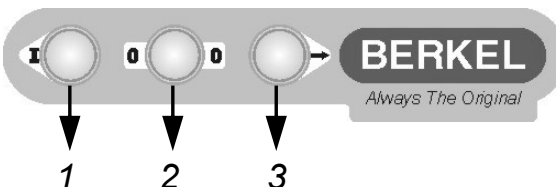

Abb. 5.3.1
5.3 - Funktionskontrolle Ausschalttaste (Abb. 5.3.1)
Mit angesteckter Maschine und mit drehendem Werkzeug, den Ausschaltdruckknopf "2" Abb. 5.3.1. drücken. Die Maschine muss ausschalten.
5.4 - Einschaltung (Abb. 5.3.1)
Man braucht nur den Einschaltdruckknopf zu drücken ("1", Abb. 5.3.1.) nachdem man die Maschine angesteckt hat. Die Maschine wird dann einschalten.
5.5 - Ausschaltung (Abb. 5.3.1)